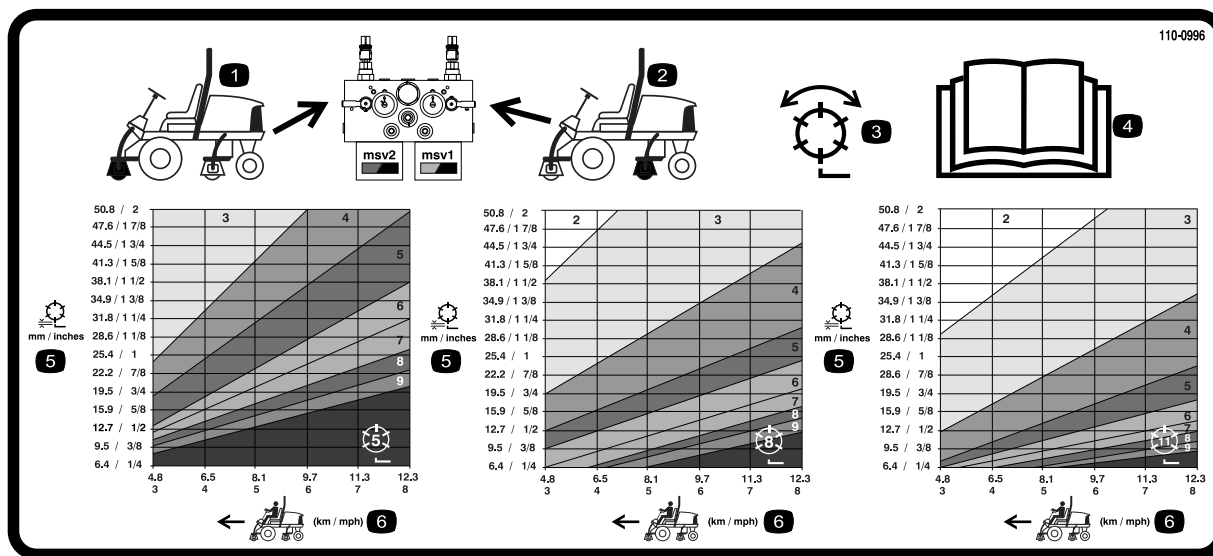
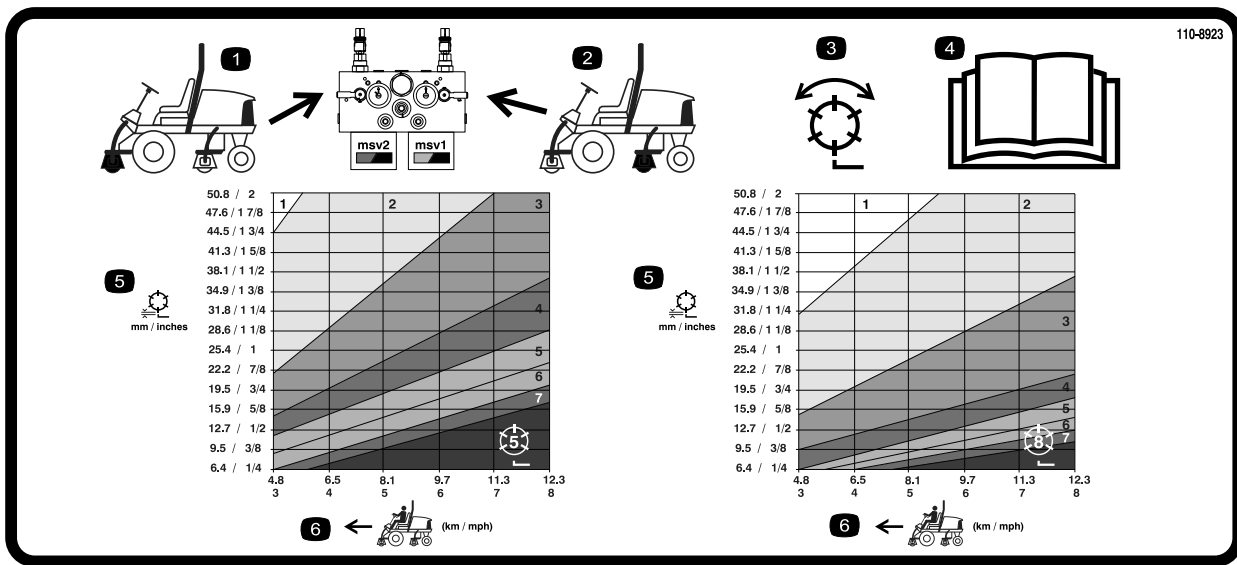

Figura 38
Figura 39
- Usate lo schema opportuno sull'adesivo 110-0996 (Figura 38) per gli elementi di taglio da 7 poll. dei Reelmaster 5510 e 5610, o sull'adesivo 110-8923 (Figura 39) per gli elementi di taglio da 5 poll. dei Reelmaster 5210 e 5410 per determinare l'impostazione esatta della velocità dei cilindri.